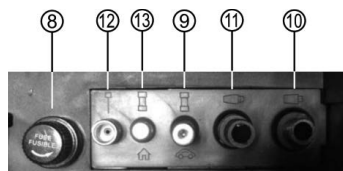
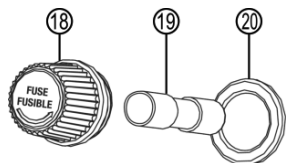

Figura 3: Vista adattatori e fusibili
Figura 10: Fusibile 230 V nello scomparto
Aprire il coperchio dello scomparto sul retro del dispositivo. Estrarre i cavi di allacciamento e il flessibile dell'aria. Vedi anche figura 3 nello schema. Svitare il cappuccio (pos. 18 in figura 10). Rimuovere il fusibile (pos. 19 in figura 10) dal supporto (pos. 20 in figura 10). Sostituirlo con un fusibile nuovo della stessa potenza. Riavvitare il cappuccio nel supporto.